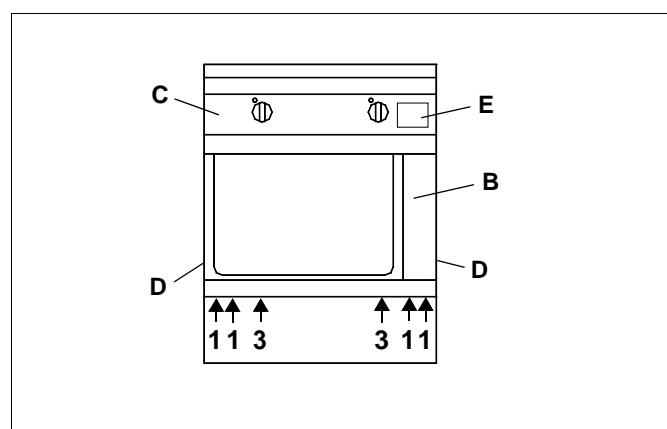

Fig.5 Vue d'ensemble
- ⇒ Desserrez les vis (1 et 3 Fig.5, Fig.6). Si le four est encastré, desserrez
2.2 PANNEAU DE COMMANDE (C)
- ⇒ Desserrez les vis (5 / Fig.5).